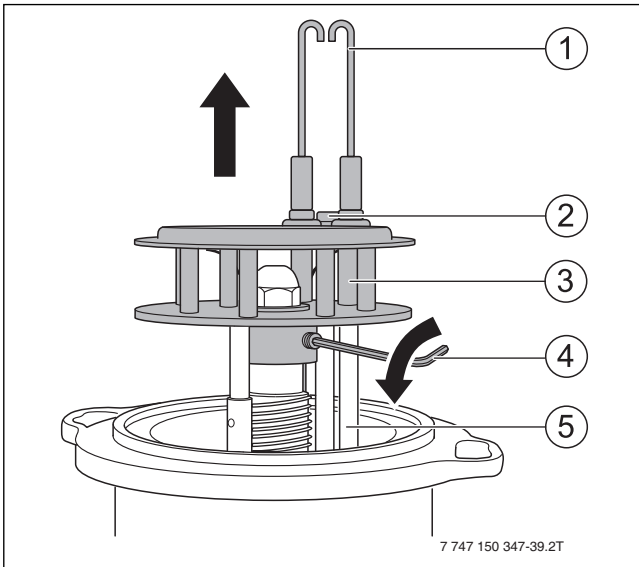

Bild 62 Mischsystem ausbauen
Die Zündelektroden (→ Bild 62, [1], Seite 37) müssen frei von Ablagerungen sein.
- ▶ Schraube (→ Bild 62, [2], Seite 37) zwischen den Zündelektroden [1] lösen.
- ▶ Zündleitungen (→ Bild 62, [5], Seite 37) von den Zündelektroden [1] abziehen.
- ▶ Mischsystem mit Gewindestift (→ Bild 62, [4], Seite 37) sichern.